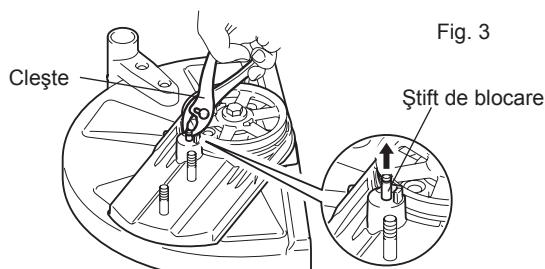

Fig. 3
- (5) Apucați știftul de blocare cu o șurubelniță cu vârf plat sau cu un clește. (Fig. 3)